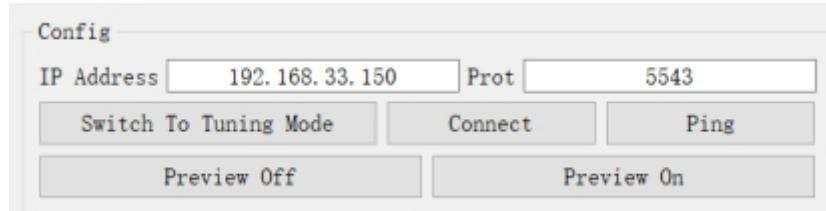

图4-1-1
1. 获取IP地址后，填入IP Address，如图4-1-1所示，端口号默认使用5543；